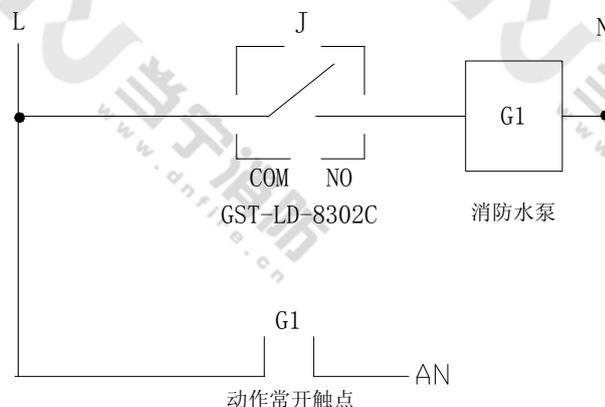

图 11
b. 一只 GST-LD-8302C 切换模块与消防水泵接线示意图如图 11（电平输出方式）。